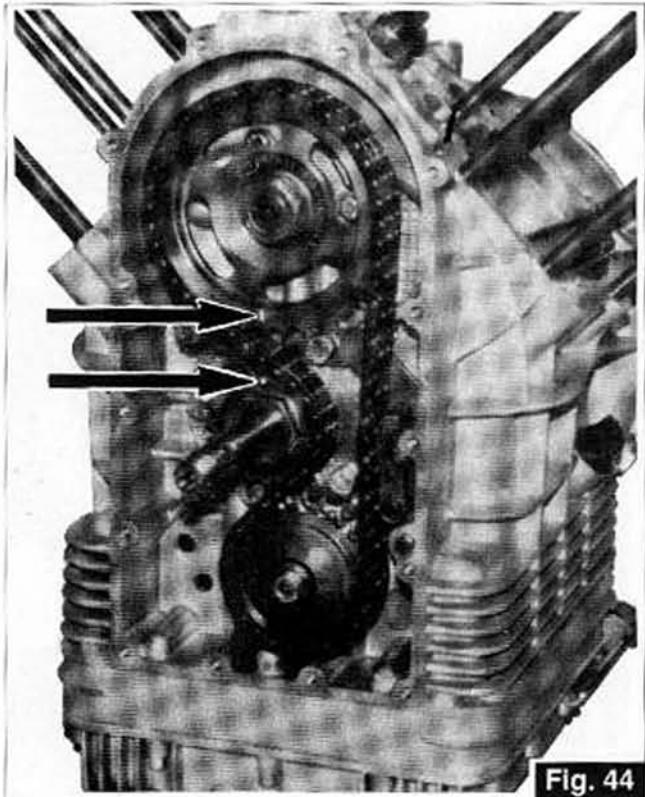

Fig. 44
- Dans la Fig. 44 on a mis en évidence les repères pour le diagramme du moteur à rétablir lors du remontage successif.
- Auf der Abbildung 44 finden Sie die nach dem Wiedereinbau wiederherzustellenden Verteilerrphasen gekennzeichnet.